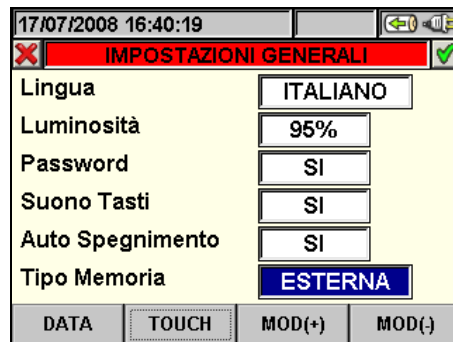

Fig. 16: Videata Impostazione Tipo Memoria
1. Posizionare il cursore con i tasti freccia alto o basso sul campo corrispondente alla voce "Tipo Memoria" evidenziandolo su sfondo blu, come mostrato in Fig. 16